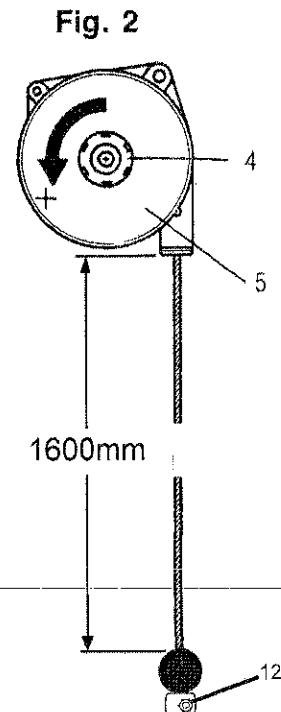
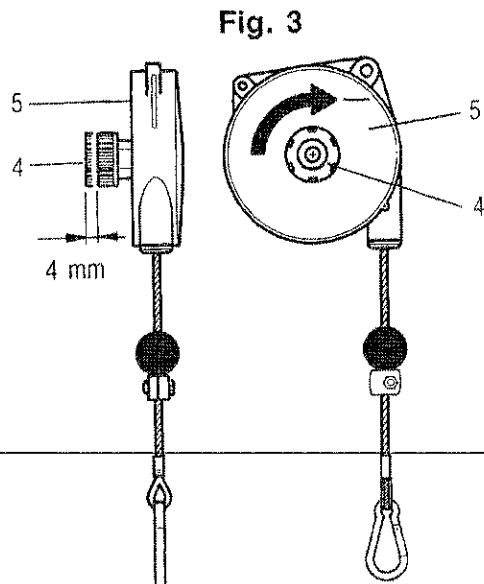

Fig. 2
Fig. 3
Para equilibrar cargas mayores dentro de la capacidad de carga permitida, gire el pomo (4) (Fig.2) (en sentido levógiro, identificado por el símbolo "+"; la regulación no es continua, sino a saltos), después de cada salto el pomo (4) debe volver a ponerse en contacto con la placa (5) (Fig.2). Para equilibrar cargas más ligeras extraiga el pomo (4) y, manteniéndolo bien apretado, gírelo tal como se ilustra en la (Fig.3) después de cada salto el pomo debe volver a ponerse en contacto con la placa (5) (Fig.3).
La carga a equilibrar se deberá colgar al mosquetón (16) (Fig.2). Verifique que, después de la aplicación de la carga, el mosquetón quede bien cerrado.
Si es necesario, desplace y fije la abrazadera (12) (Fig.2) para limitar el recorrido hacia arriba.
⚠ No desganche la carga si la abrazadera (12) (Fig.2) no está apoyada a la grapa del cable (POSICIÓN VISIBLE EN FIG.2)